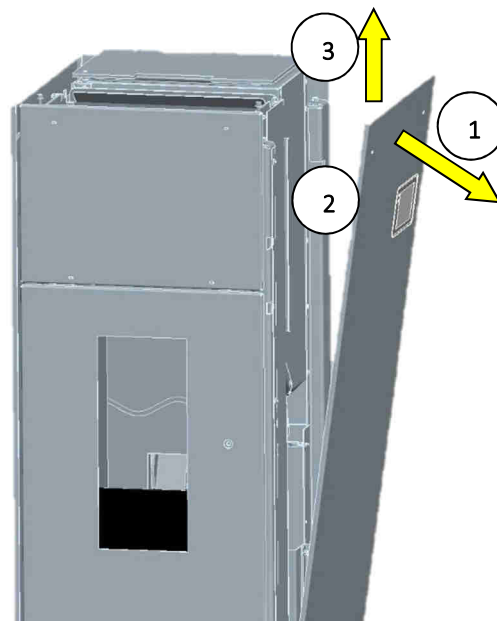

Abb. 16: Seitenverkleidung demontieren
2. Rechte Seitenverkleidung vorsichtig nach rechts wegklappen (1. Abb. 16) und das Displaykabel auf der Rückseite des Displays lösen (2. Abb. 16). Die Seitenverkleidung nach oben entnehmen (3. Abb. 16) und vorsichtig auf einer kratzfesten, weichen Unterlage ablegen.